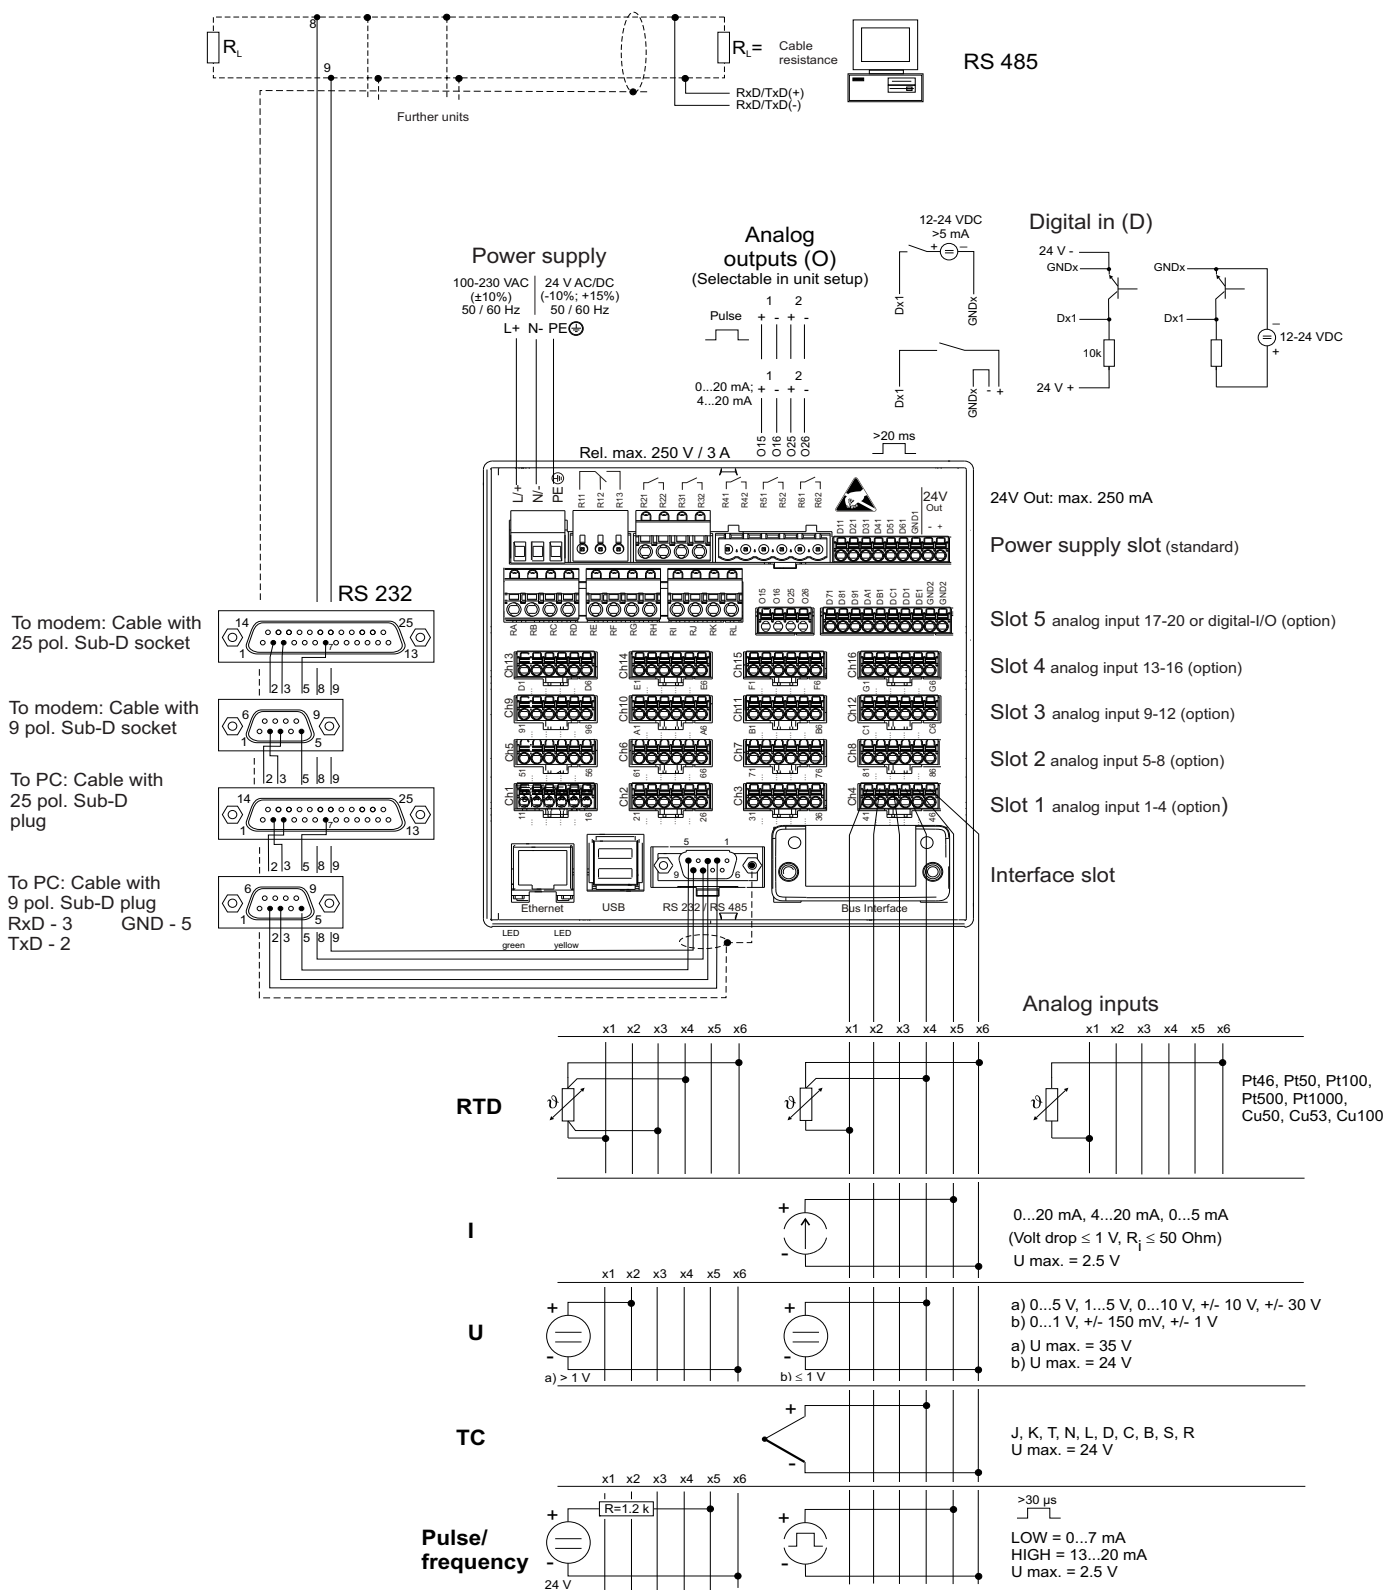

图 3: 电气连接示意图
2. 使记录仪保持水平, 并将两个固定螺钉安装在孔口中 (位于外壳的左侧或右侧、顶部或底部, 参考图 3)。